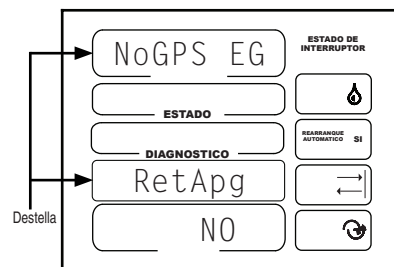

Figura 64-2
1. NoGPS EG RetApg debe estar destellando. Vea la Figura 64-2.